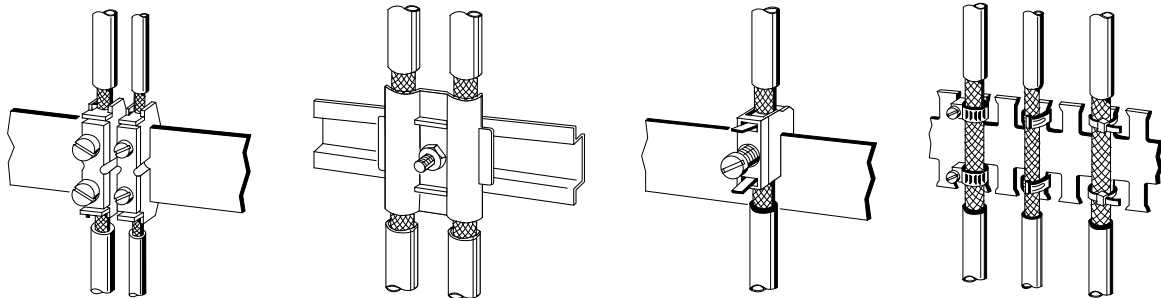

Bild 3.36 Befestigen von geschirmten Leitungen mit Kabelschellen und Schlauchbindern
- Benutzen Sie zur Befestigung der Schirmgeflechte Kabelschellen aus Metall, Die Schellen müssen den Schirm großflächig umschließen und guten Kontakt ausüben (--> Bild 3.36).